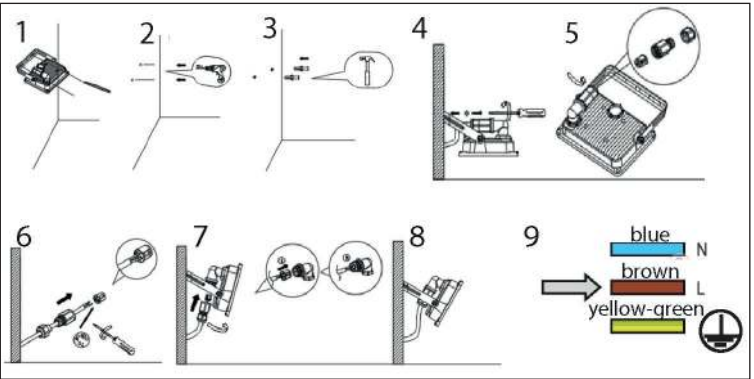

Fig. 3: Mounting
5.1 Montáž venkovního LED reflektoru (fig. 3 - 5)
5.2 Připojení venkovního LED reflektoru (fig. 3)